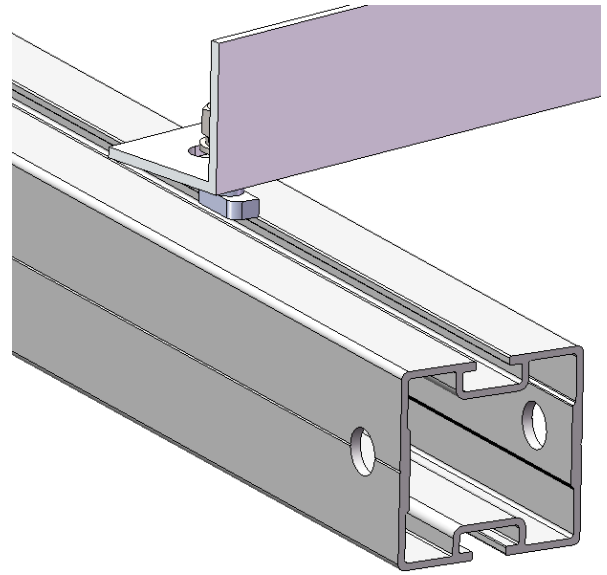

图2
2.4c,用C形压块将横梁85固定在预装支架上，用6mm内六角扳手锁紧M8内六角螺栓（图2）（先固定阵列两端和中间，再固定其他点）。
2.7b,将T形螺栓的头部沿着后立柱的T形槽放进去，并旋转T形螺栓组件（图2）；